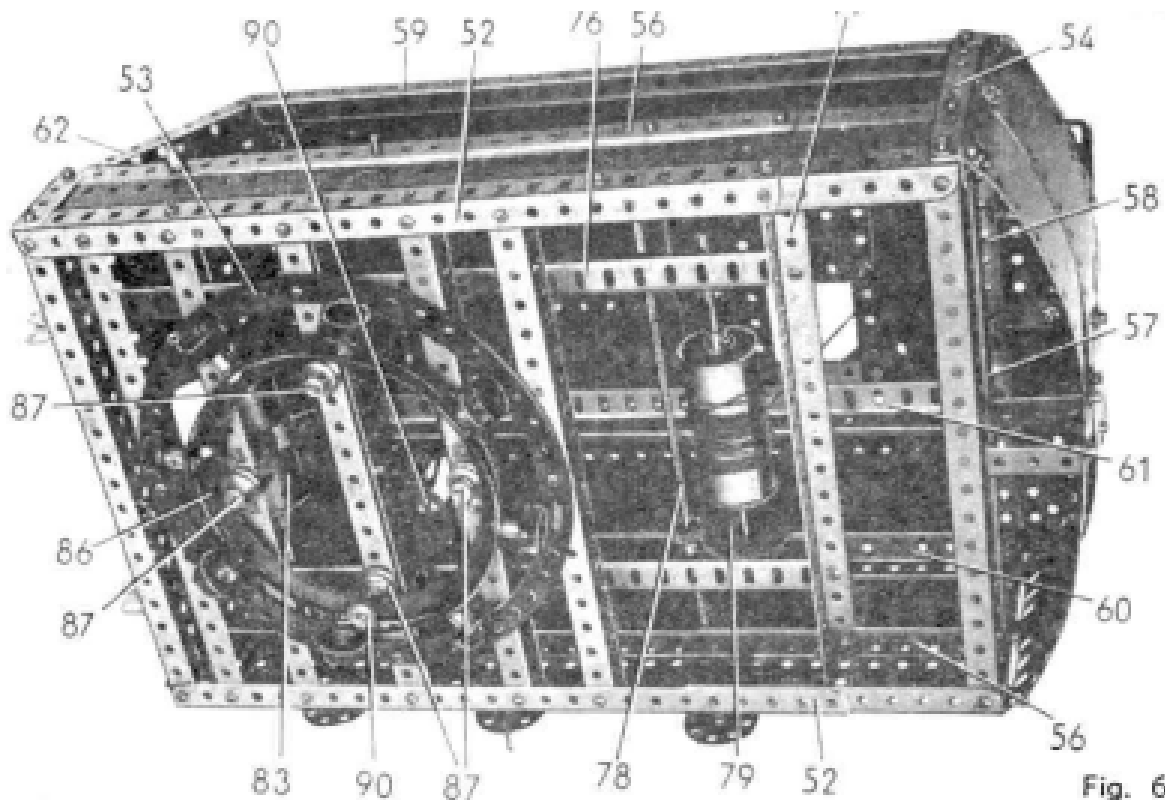

Fig. 6
### CABINE (Fig. 6 et 7)
La cabine se construit sur un cadre (Fig. 6) formé de deux longerons (52) réunis par 7 cornières de 19 trous. Chaque longeron (52) est constitué par une cornière de 25 trous et une de 11 trous qui se recouvrent sur 6 trous. Deux bandes circulaires de 18 cm de diamètre (53) sont superposées et boulonnées sur les cornières de 19 trous.